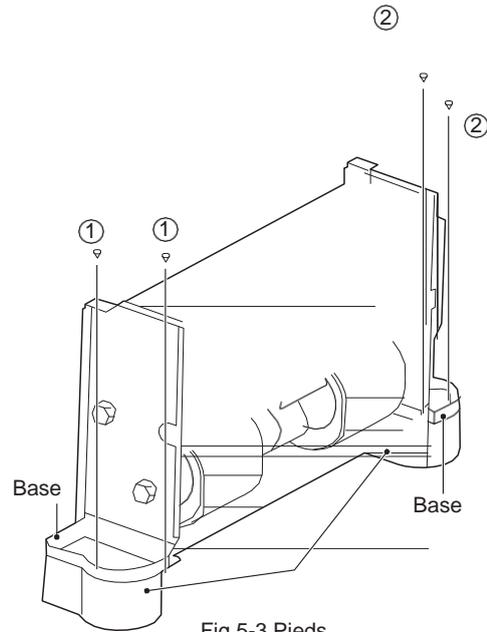

Fig 5-3 Pieds
Les pieds illustrés à la figure 5-3 sont facultatifs. Vous pouvez les acheter séparément et les installer comme suit :
2. Alignez les trous de montage de la base de l'appareil avec la broche de montage correspondante sur les pieds, et insérez les vis (1)*2 et (2)*2 pour fixer les pieds comme indiqué sur la figure 5-3.